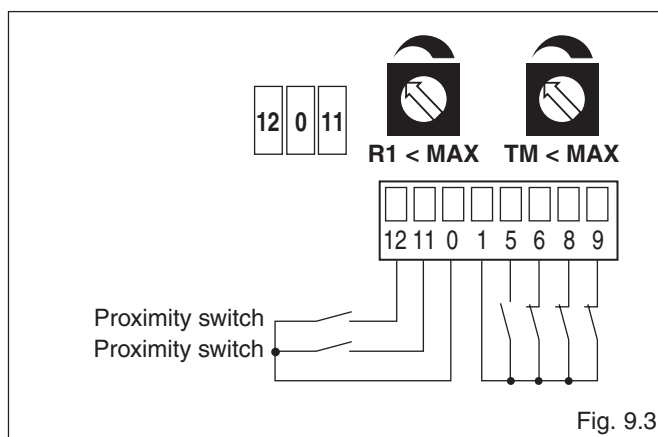

Fig. 9.3
- (Fig. 9.3) **Le vantail exerce une pression sur les butées mécaniques et inverse le mouvement sur les obstacles.** Fixer un temps de manœuvre supérieur de 2-3 s au temps réel que met le vantail ($TM < MAX$) et positionner les fins de course de proximité d'ouverture et de fermeture 2-3 s avant la butée mécanique. Avec ces liaisons, le vantail s'arrête sur la butée mécanique d'ouverture et de fermeture.